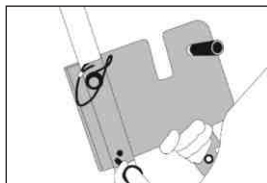

Fig. 1
- 2) Fastgøres med 2 stillesskruer (til midlertidig montering) eller til sikringskruerne i sættet, som skydes/skrues ind i indstillingshullerne på benet (Fig. 1). Pladen befinder sig på udvendig side af stativet, og den sorte skrue skal være i den nederste del af pladen.